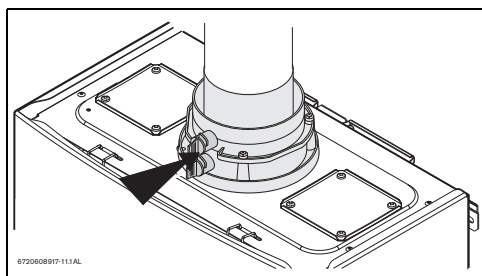

Рис. 50 Отверстие для измерения
- ▶ отпустите латунный винт с плоской головкой на манжете дымохода, как показано на Рис. 50.